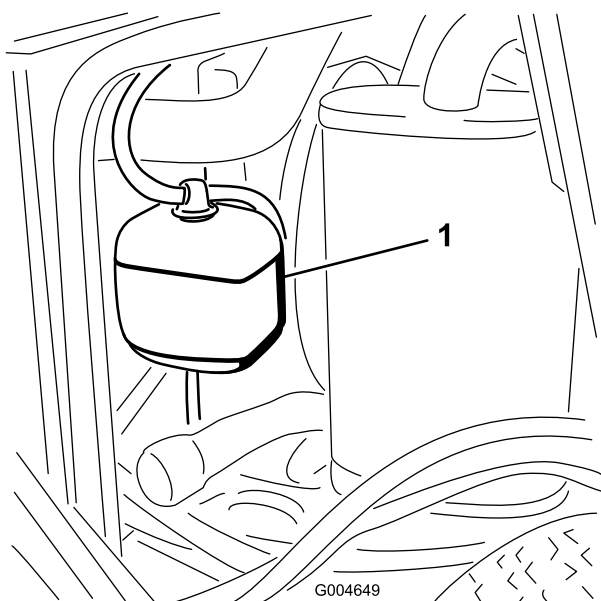

Рисунок 46
1. Проверьте уровень охлаждающей жидкости в расширительном бачке (Рисунок 46).